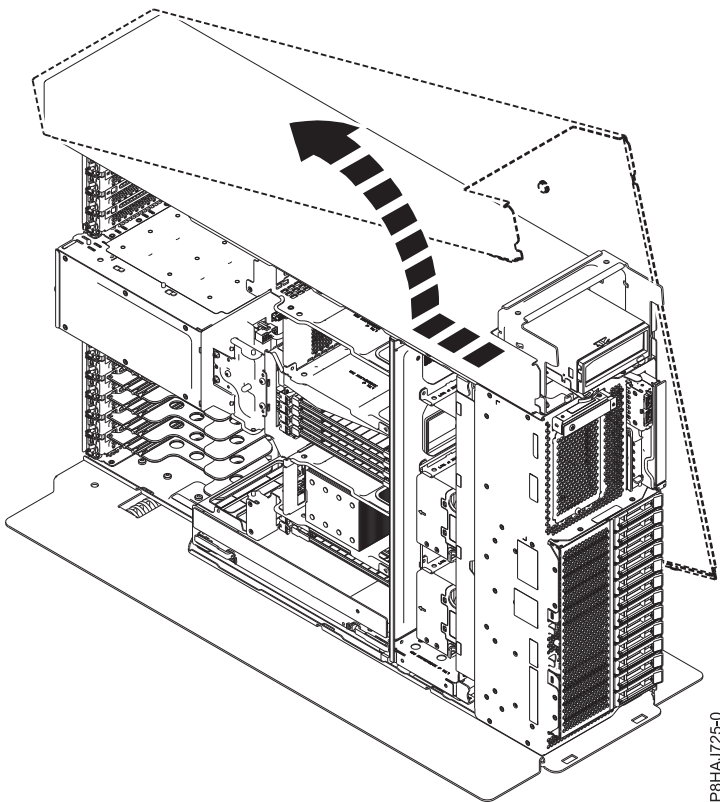

Figura 29. Extracción de la cubierta lateral del sistema 8286-41A
5. Deslice la cubierta lateral sacándola del sistema en la dirección que se muestra en la Figura 29.